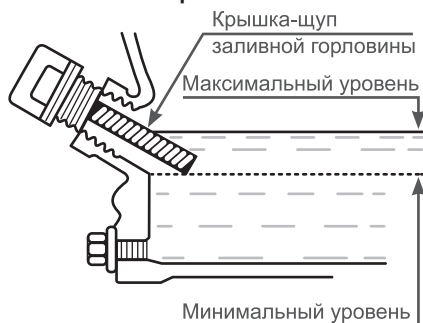

Рис. 9 Проверка уровня масла в картере
4. Установите крышку-щуп в отверстие горловины, не закручивая (Рис. 9).
Максимальный уровень масла в картере соответствует нижней кромке заливного отверстия (Рис. 9).
При недостаточном уровне масла в картере необходимо долить чистое масло до верхней отметки на щупе, что соответствует нижней кромке заливного отверстия (Рис. 9).
3. Протрите щуп насухо и вставьте в отверстие горловины, не закручивая (Рис. 9).
4. Аккуратно извлеките щуп и осмотрите его. Уровень масла должен соответствовать верхней отметке на щупе. При недостаточном уровне масла в картере необходимо долить чистое масло до верхней отметки на щупе, что соответствует нижней кромке заливного отверстия (Рис. 9).